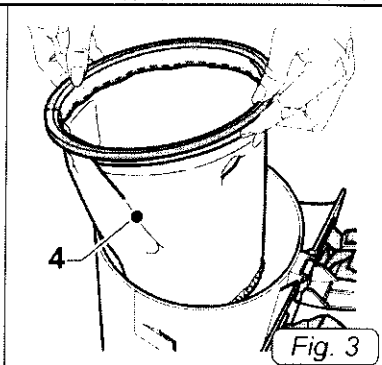
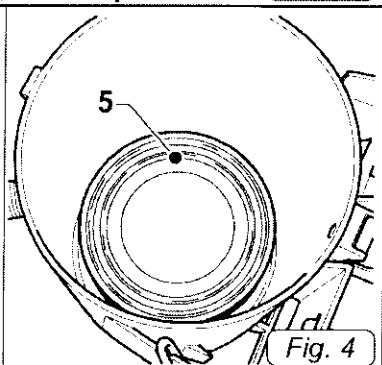
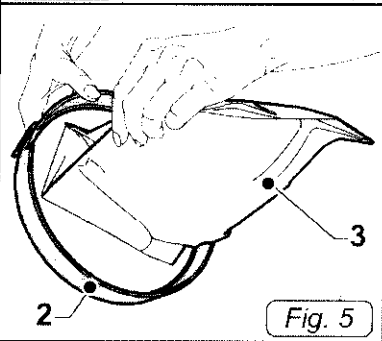
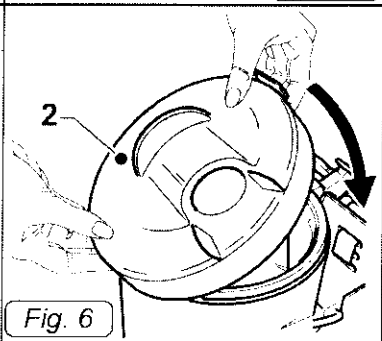

Fig. 3
Fig. 4
Fig. 5
Fig. 6
- Quite el filtro de tela (4 Fig. 3) y compruebe que la unidad está montada en el interior del cartucho del filtro (5 Fig. 4).
- Reemplace el filtro de tela (4 Fig. 3), vuelva a colocar la bolsa de papel (3 Fig. 5) de la tapa (2 Fig. 5) y mantenerlo en su lugar, vuelva a colocar la tapa (2 Fig. 6).